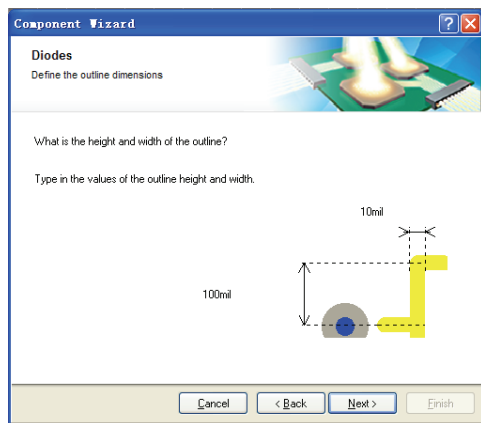

图 10-43 外形尺寸对话框
(6) 单击 **Next >** 按钮进入下一步，进入外形尺寸对话框，如图 10-43 所示。设置使用默认值。